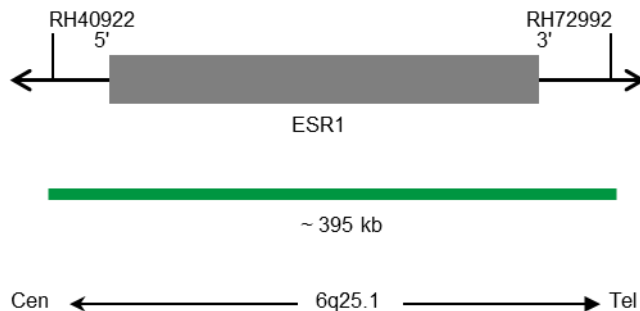

Fig. 1 : Carte de la sonde SPEC ESR1 (pas à l'échelle)
- Polynucléotides marqués au ZyGreen (excitation 503 nm/émission 528 nm) (~10,0 ng/μl), qui ciblent des séquences cartographiées en 6q25.1\* (chr6:152,083,365-152,478,947) hébergeant la région du gène ESR1 (voir figure 1).
- Polynucléotides marqués au ZyOrange (excitation 547 nm/émission 572 nm) (~1,5 ng/μl), qui ciblent des séquences cartographiées dans 6p11.1-q11 spécifiques de la région centromérique satellite alpha D6Z1 du chromosome 6 (voir figure 1).